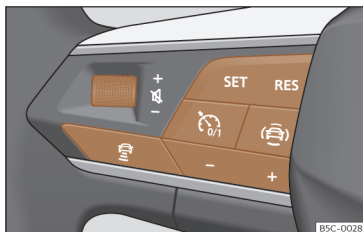

Fig. 159 No volante multifunções: botões para utilizar o ACC
O seu veículo dispõe de ACC se dispõe do menu de configuração no sistema infotainment»» Página 94, e se dispõe dos botões próprios da função ACC no volante multifunções»» Fig. 159.
- Para começar a regulação pressione o botão **SET** >>> **Fig. 159**.
Para programar a velocidade pressione os botões + ou - >>> **Fig. 159** até à velocidade pretendida. O ajuste de velocidade realiza-se em intervalos de 10 km/h (5 mph).
- Pressione o botão  e, em seguida, o botão + ou - >>> **Fig. 159**.